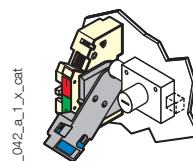

Bild 1
- durch RONIS-Schloss EL11AP bei Front- oder Seitendirektantrieb rechts (Bild 1)